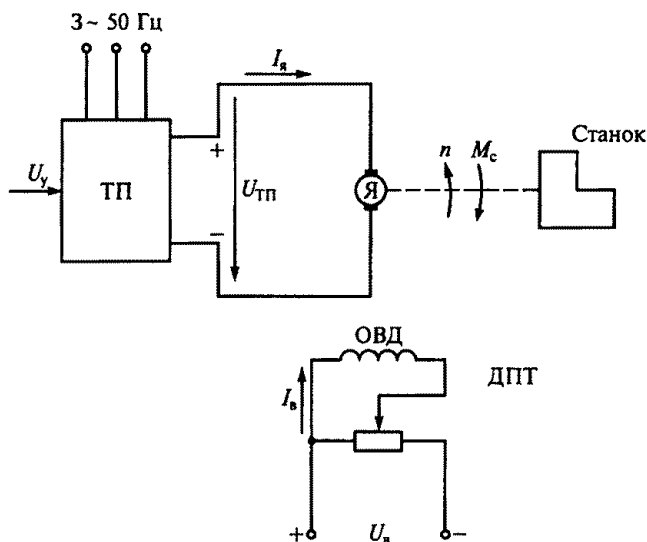

Рис. 263
11.31. Схема регулируемого по скорости тиристорного электропривода постоянного тока приведена на рис. 263. Каким образом осуществляется регулирование скорости двигателя постоянного тока (ДПТ) в этом электроприводе? (Указать неправильный ответ.)
11.32. Какое торможение является экономичным для тиристорного электропривода, схема которого приведена на рис. 263?